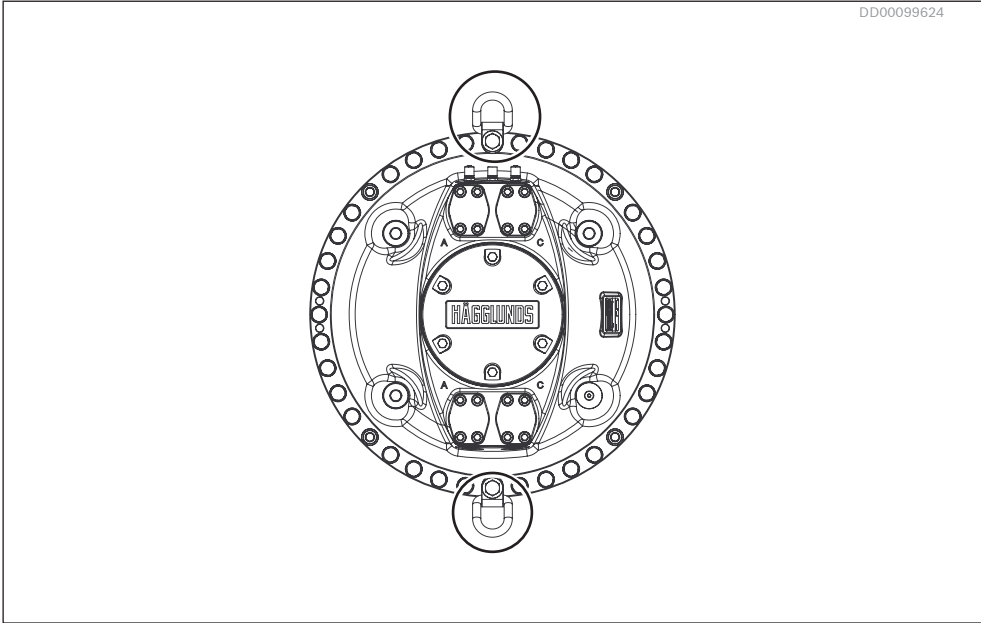

Fig. 4: Anillos de elevación en el motor
- ▶ Asegúrese de que utiliza el anillo de elevación adecuado, ver Fig. 4: y Tabla 5.